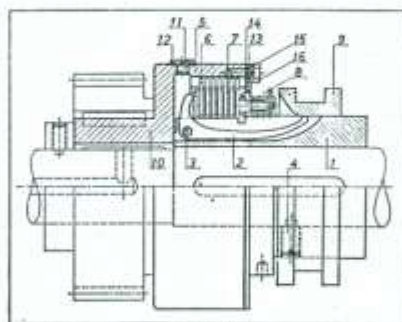
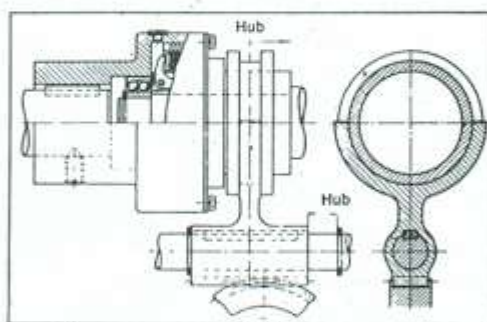

Abb. 5
Abb. 6
**2. Beschreibung** (Abb. 5). Das Außengehäuse (10) hat innen für die Aufnahme der Außenlamellen (6) Verzahnung, bzw. Nuten. Auf dem Lamellentträger (1) gleiten die federnden Sinus-Innenlamellen (7) ebenfalls auf Verzahnung oder Nuten. Durch Anrücken der Schiebemuffe (9) wird durch 3 Winkelhebel (2) das Lamellenpaket zusammengepreßt und hierdurch die Mitnahme bewirkt. Das Lamellenpaket ist durch eine Spezialmutter (8) nachstellbar.
#### Zu Abbildung 5
Die Lager müssen so dicht wie möglich an die Kupplungen herangesetzt werden. Falls das nicht möglich ist, sowie bei hohen Drehzahlen, müssen bei Wellenkupplungen die getrennten Wellen innerhalb der Kupplung ineinander gelagert werden (s. Abb. 6). Getrennte Wellen müssen genau fluchten (s. Abb. 7 bis 9).
Der innere Lamellentträger muß mit der Welle fest verbunden werden und gegen axiale Verschiebung gesichert sein. Dieses kann bei abgesetzten Wellen, wie in Abb. 6 gezeigt, oder bei durchgehenden Wellen durch Feststellschrauben (4), wie Abb. 5, erfolgen. Diese sind nach erfolgter Montage durch einen Körnerschlag zu sichern.